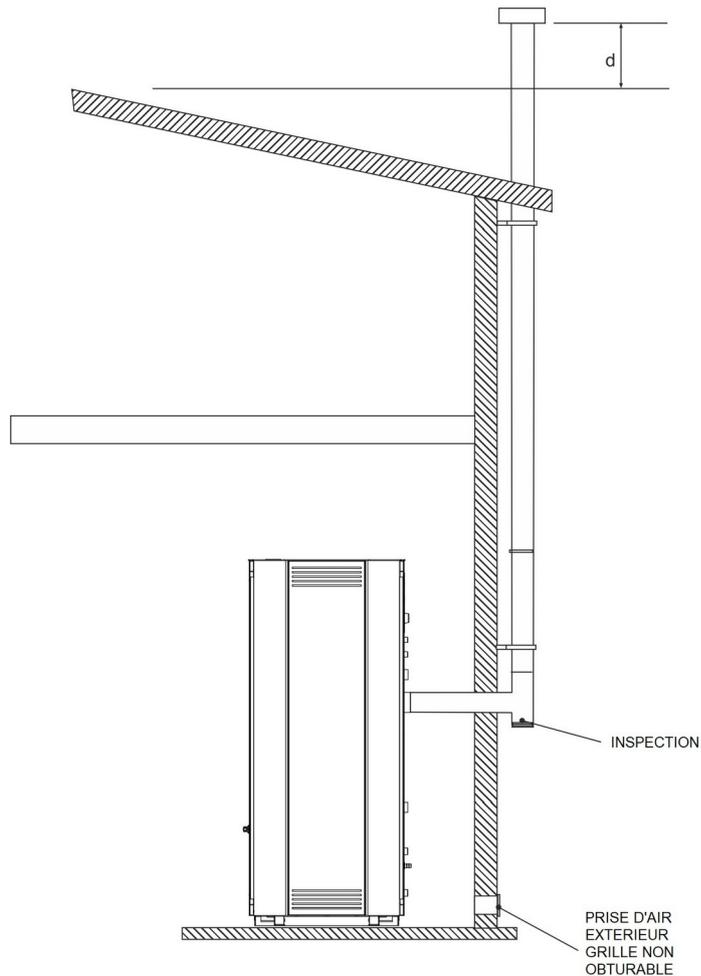

Fig. 13
- Doivent être utilisés seulement des tubes isolés (double paroi) en acier inox fixés au bâtiment (fig.13).
- Dans la fig. 13 est représentée la solution à adopter dans le cas où on veut utiliser un conduit de fumées —extérieur.